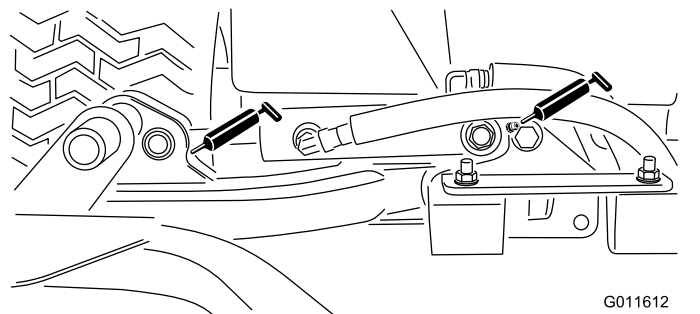

Figura 65
- Cilindrii braului de ridicare a unităii de tăiere (câte 2) - **Figura 65**
- Pivoi ai braului de ridicare (1 pentru fiecare) - **Figura 65**